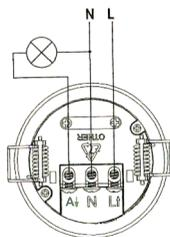

fig.3
- Conectar los cables tal y como indicamos en el esquema de montaje (fig. 3) y colocar la tapa protectora nuevamente.